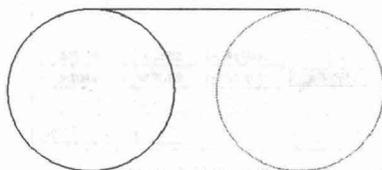

图 1-10 绘制线段 (1)
(2) 将鼠标指针移动到左侧圆顶部四等分点处，当指针形状变为  时，选中该点。使用同样方法捕捉右侧圆顶部的四等分点，单击鼠标左键画出一条线段，如图 1-10 所示。